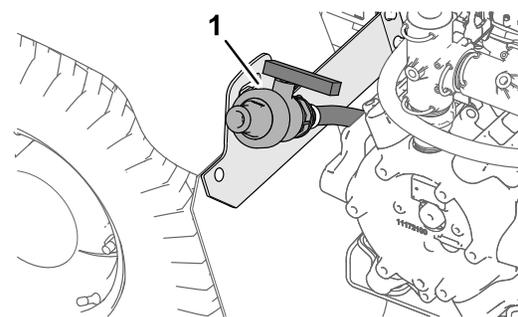

Рисунок 47
2. Найдите сливной кран бака на левом заднем крыле машины (Рисунок 47).